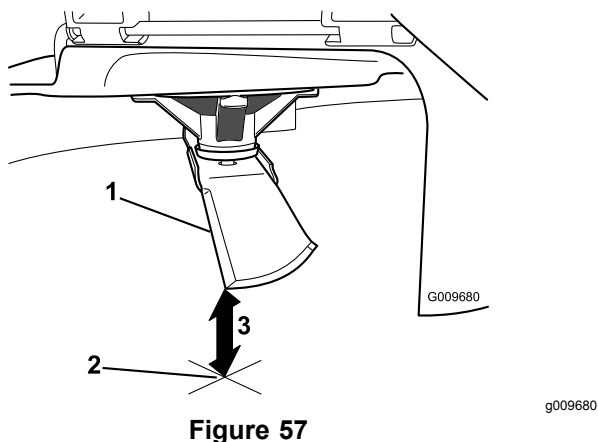

Figure 57
5. Mesurez la distance entre la pointe de la lame et la surface plane (Figure 57).